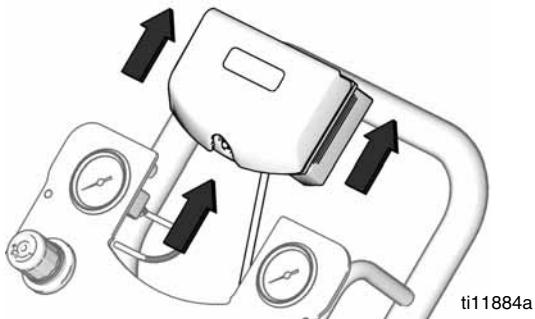

Рис. 12. Удалите DataTrak
3. Удалите DataTrak модуль со скоб. Смотрите Рис. 12. Установите модуль и приложенный кабель в неопасном помещении.